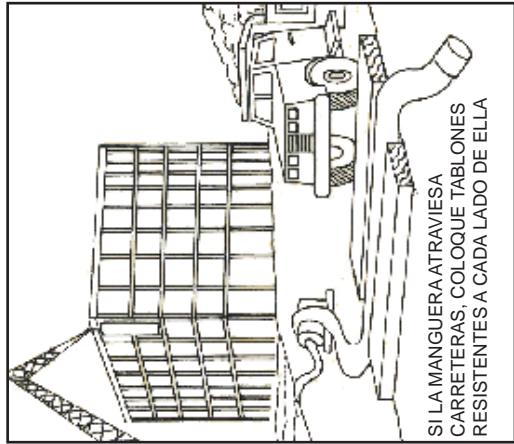

FIGURA 2
- D. Si es necesario que la manguera flexible atraviese una carretera, protéjala con tablillas. La presión de corte instantánea que se produce cuando un vehículo pasa por encima de una manguera sin protección causará un "golpe de ariete hidráulico" en el sistema. Este golpe de ariete puede dañar la bomba o la manguera. Vea la figura 2.